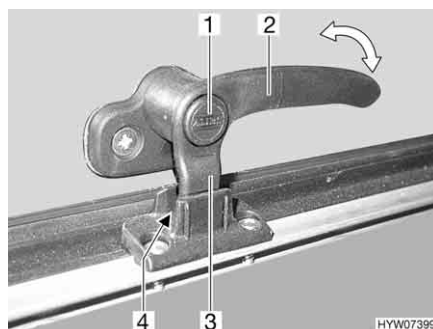
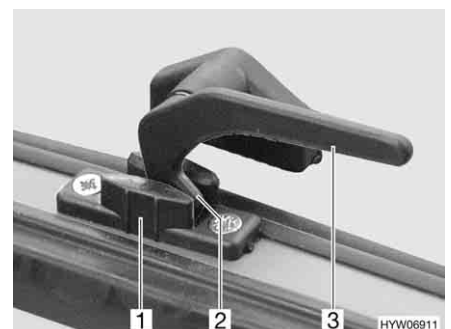

Bild 100 Låsarm med låsknapp i läget "kontinuerlig vädring"
Bild 101 Låsarm i läget "kontinuerlig vädring"
- I läget "kontinuerlig vädring" (Bild 100 och Bild 101)
- Tryck på låsknappen (Bild 100,1) om sådan finns och håll den nedtryckt.
- Sväng låsarmen (Bild 100,2 eller Bild 101,3) ett kvarts varv mot fönstrets mitt.
- Vrid tillbaka låsarmen. Därvid måste låsarmens låsspak (Bild 100,3 eller Bild 101,2) föras in i spåret på fönsterlåsen (Bild 100,4 eller Bild 101,1).
- Släpp låsknappen (Bild 100,1) om sådan finns.